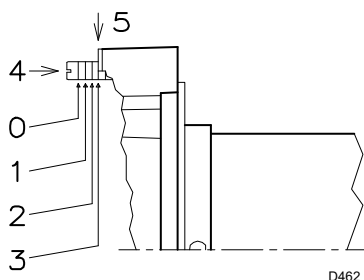

Abb. 12
Die Schraube 4)(Abb. 12) so lange drehen, bis von der Kurve (F) angegebene Kerbe (Abb. 13) mit der vorderen Fläche des Flanschs 5)(Abb. 12) zusammenfällt.
Das Diagramm (Abb. 13) gibt an, dass der Brenner RL 70/M für einen Durchsatz von 50 kg/h eine Regulierung des Flammkopfs um ungefähr 3 Kerben erfordert, so wie es auf der Abb. 12 dargestellt wird.